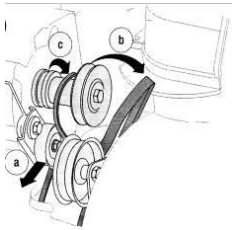

Figure 17
- Soulevez la courroie de direction de la roue motrice du moteur. Voir la figure 17.